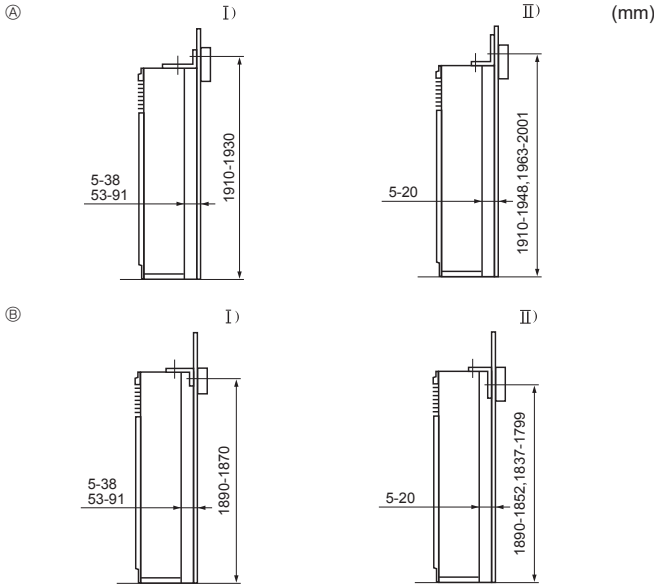

Fig. 3-3
- ① Devrilmeyi önleyen braket
Devrilmeyi engelleyen köşebent ①, ünitenin üst yüzeyine takılır. Kılavuz vidaları ② çıkartın ve şekilde gösterildiği gibi köşebendi yeniden takın. Doğru takma mesafeleri için, Fig. 3-3'e bakınız.
- Ⓔ Vidayı ③ çıkartın ve ızgarayı çıkartmak için ileriye doğru çekin.
3.3. Devrilmeyi engelleyen köşebendın montajı (Fig. 3-3)